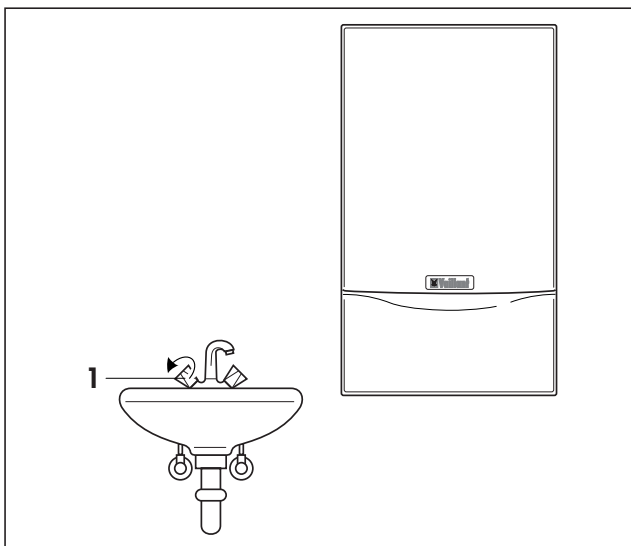

Fig. 3.8 Obținerea apei calde (aparate VUW)
3.3.3 Obținerea apei calde (fig. 3.8)